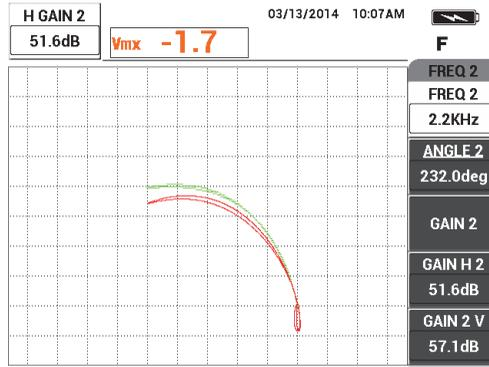

Figure 5-125 Réglage de l'amplitude horizontale du signal pour la fréquence 2
15. Appuyez encore deux fois sur la touche GAIN (**dB**), et puis réduisez l'amplitude horizontale du signal de fréquence 2 (rouge) pour qu'il s'étende sur exactement 5 divisions du côté gauche du point d'équilibre (voir la Figure 5-125 à la page 231).